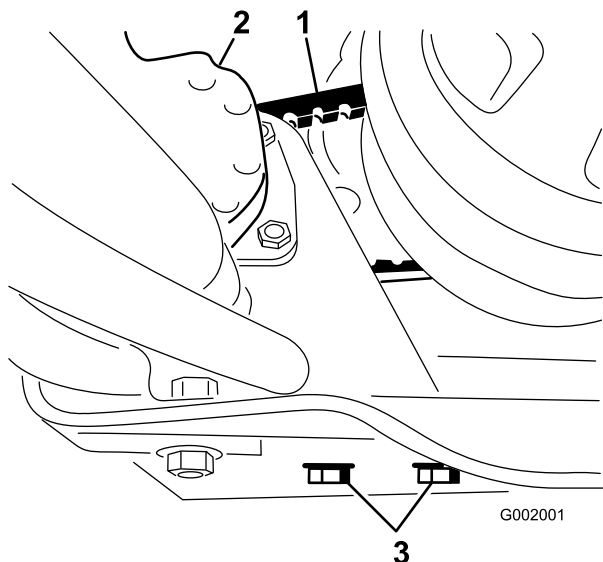

Figura 62
2. Desaperte os parafusos de montagem da bomba de direcção (Figura 62).